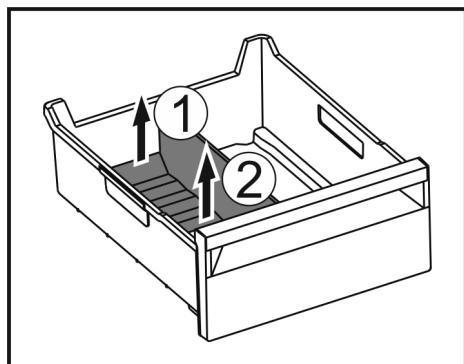

Fig. 126
- Приподнимите заднюю часть разделителя отделения для льда. *Fig. 126 (1)*
- Извлеките разделитель отделения для льда движением вверх. *Fig. 126 (2)*